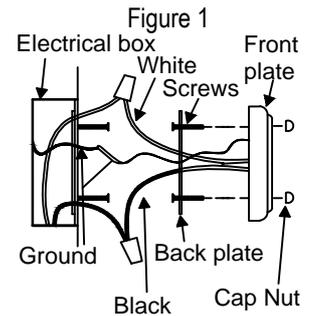

Figure 1
Step 1: Refer to figure 1. Attach bracket to electrical box using the box screws or mounting screws provided with your fixture. (Note: for Style #3 (backplate) use wall anchors provided to secure to wall)
Étape 1 : Consultez la figure 1. Fixez le support au boîtier électrique au moyen des vis du coffret ou des vis de montage fournies avec votre luminaire. (Remarque : Pour le style 3 (plaque arrière), utilisez les ancrages muraux fournis pour fixer le luminaire au mur.)